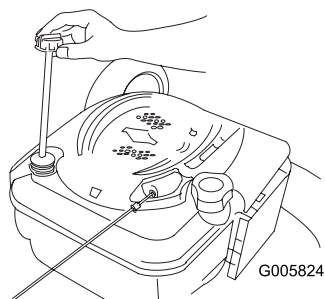

Figura 23
2. Retire la varilla (Figura 23).